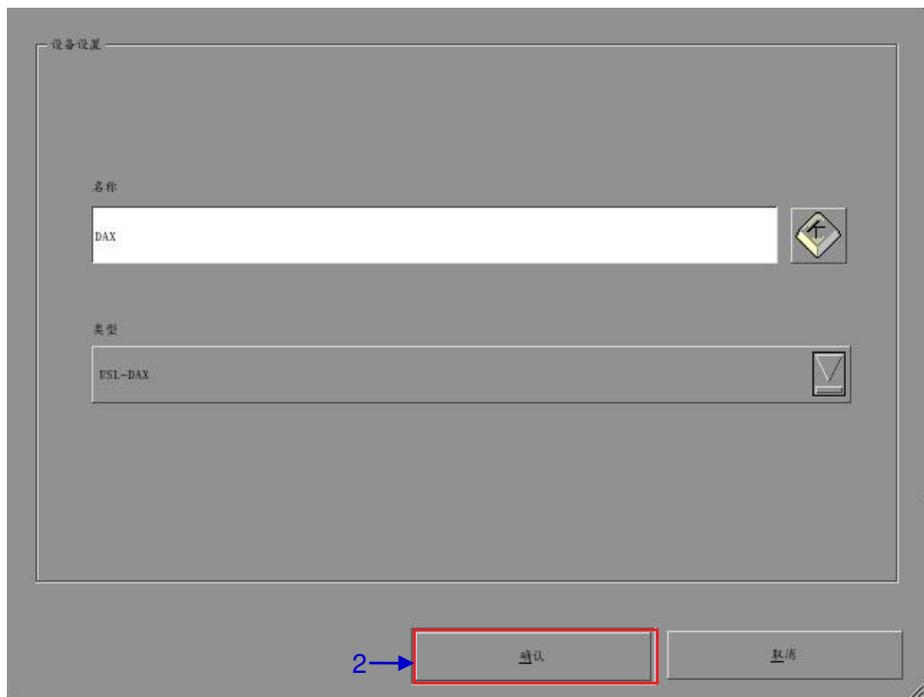

图 73 USL DAX 自动化设备设置.
2. 点击[OK] 并设置 USL-DAX 设备参数 (如图 73) 。